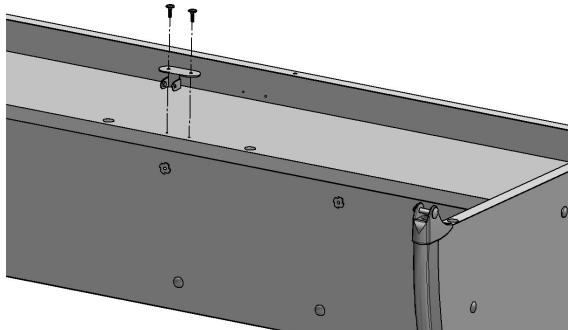

Рис. 8
4.4.1. К сборке по п.4.3. прикрутить кронштейн DL214 (поз. 2, пакет №9) при помощи саморезов с прессшайбой (поз. 2, пакет № 29), см. рис. 8.